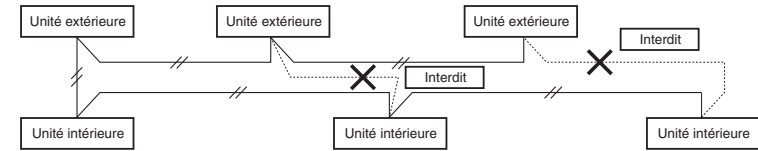

Fig. 5-1
- Ne pas installer le câblage de commande entre unités en boucle. (Fig. 5-1)